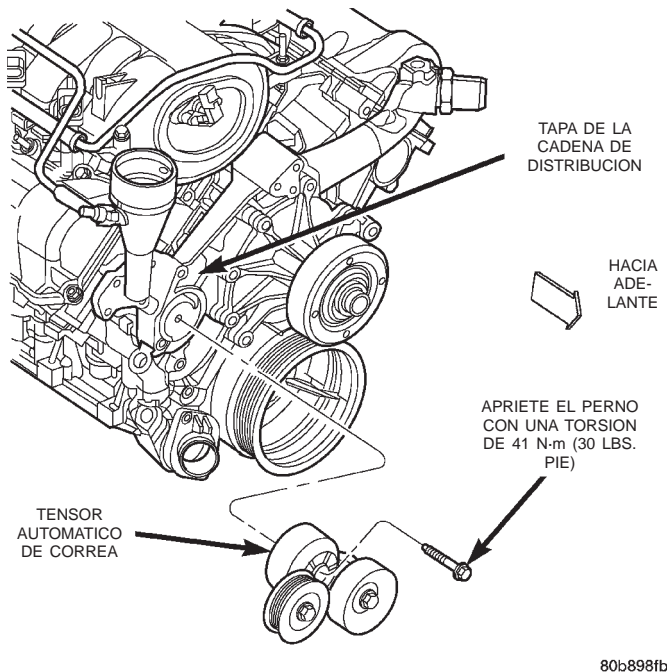

Fig. 59 Tensor automático de correa—motor 4.7L
- (1) Retire la correa de transmisión de accesorios. Consulte Correa de transmisión de accesorios en este grupo.
- (2) Retire el conjunto del tensor del soporte de montaje (Fig. 59).